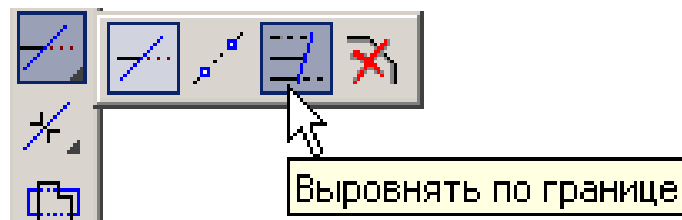
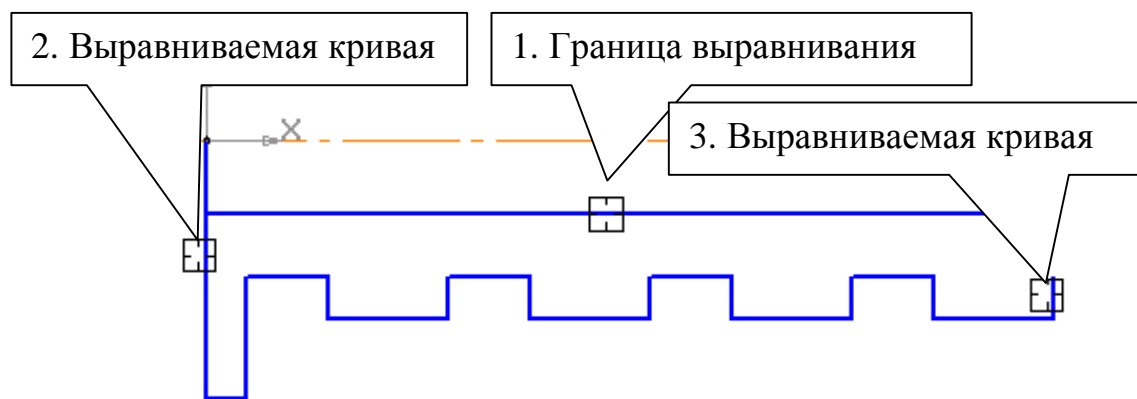

Рис.111
Рис. 112
- На панели **Редактирование** выполните команду **Выровнять по границе**, рис. 111. Укажите последовательно прямые линии согласно рис. 112.